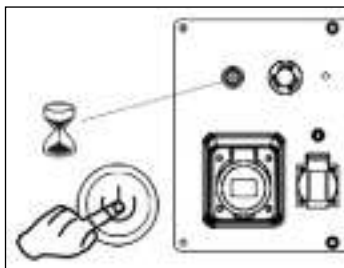

рис.13
- Нажмите и удерживайте кнопку (В модели GRA 8500DAW поверните ключ зажигания в положение «ВЫКЛ») старт /стоп в течение 1-3 сек., (рис.13).